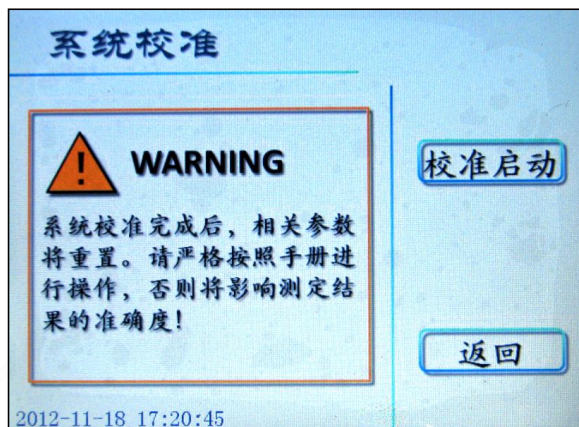

图 11 系统校准页面
6. 在图 10 页面下，按 **系统校准** 键进入系统校准页面(图 11)，一般使用新出厂的设备是不用进行系统校准，使用一段时间后，中和